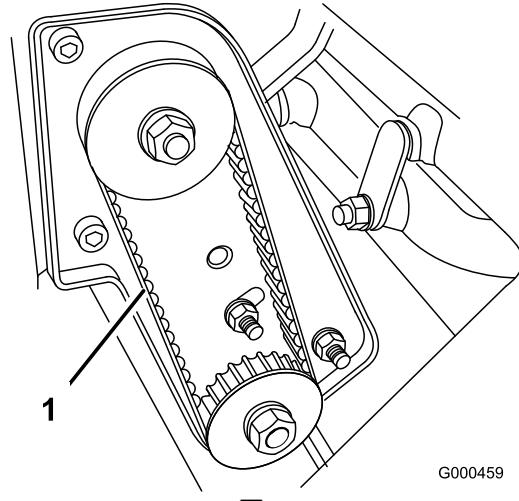

図 35
2. プーリ間の中央 (図 35) でベルトを指で押して点検する。押す力は1.5~2.5 kg程度。4.8~7.9 mm程度のたわみが出るのが適正である。たわみの量が適正でない場合は以下の手順へ進む。